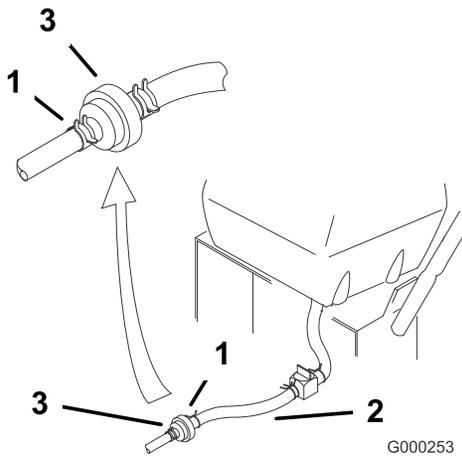

Figura 32
4. Premete le estremità delle fascette stringitubo ed allontanatele dal filtro (Figura 32).